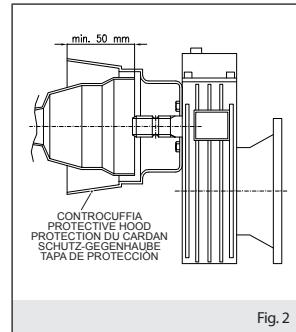

Fig. 2
- la controcuffia di protezione (fig.2) sia presente integra e ben fissata. La controcuffia deve coprire la protezione del giunto cardanico per almeno 50mm e deve impedire il contatto accidentale delle mani con organi in movimento.
- the protective hood (fig.2) is attached, in good order and properly anchored. The hood must cover the P.T.O. guard by at least 50mm and must prevent accidental hand contact with moving parts.
- la contre-coiffe de protection (fig.2) est présente intégrée et bien fixée. La contre-coiffe doit couvrir la protection du joint de cardan sur au moins 50 mm et doit empêcher le contact accidentel des mains avec les organes en mouvement;
- die Schutz-Gegenhaube (Abb.2) in unversehrtem und gut befestigten Zustand vorhanden ist. Die Gegenhaube muss den Schutz des Kardangelenks über mindestens 50 mm abdecken und den unbeabsichtigten Kontakt der Hände mit in Bewegung befindlichen Elementen verhindern.
- los tres puntos de andaje (fig.2) previstos estén perfectamente fijados y bloqueados con las piezas en equipamiento. Un anclaje no correcto provoca el vuelco de la máquina con grave peligro para el operador.